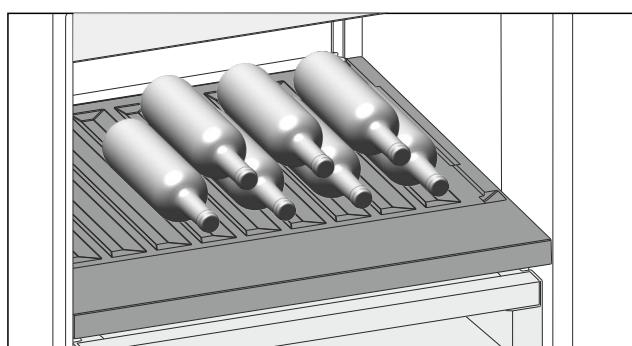

Fig. 115
- Бутылки укладывайте дном к задней стенке. (см. Fig. 115)